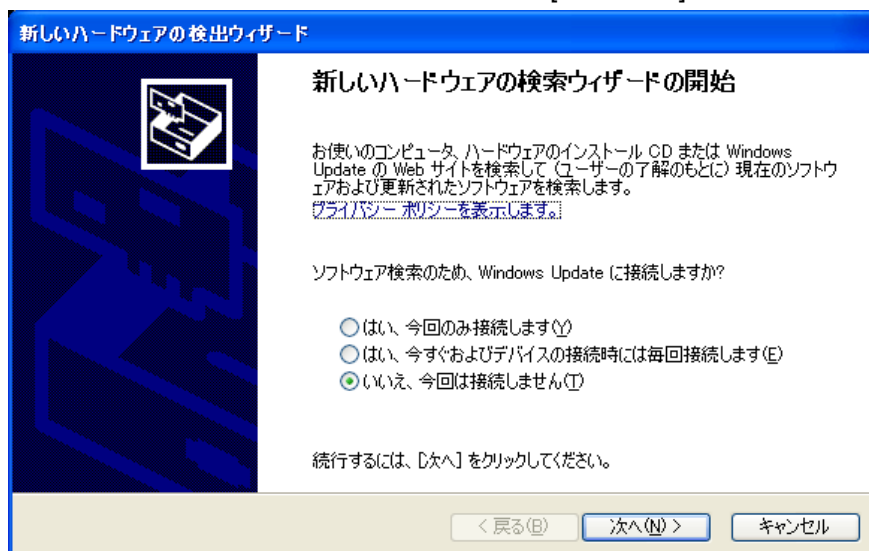

図 3-1
- ① パソコンの電源を ON にし、OS を起動します。ここでは OS が Windows XP の場合を例にとりて説明します。サービスパック等により内容が異なる場合がありますので予めご了承ください。
- ② OS が起動したら、パソコンの USB ポートと本体を USB ケーブルで接続します。しばらくすると自動的にインストール画面が表示されます(図 3-1)。
- ③ 「いいえ、今回は接続しません(T)」を選択して [次へ(N)>] をクリックします。